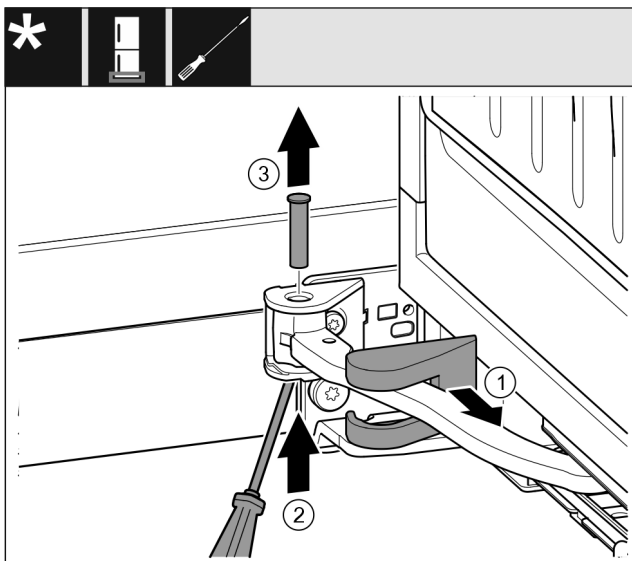

Fig. 15
- ▶ Снимите крышку опорного кронштейна и переместите вдоль шарнира. Fig. 15 (1)
- ▶ Рукой или отвёрткой приподнимите палец снизу. Fig. 15 (2)
- ▶ Вставьте отвёртку под головку пальца и извлеките его. Fig. 15 (3)